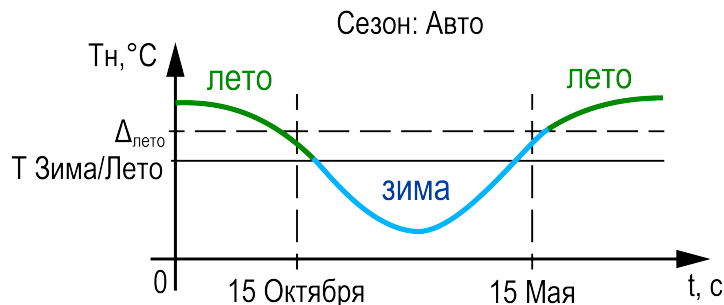

Рисунок 10.4 – Определение сезона
- параметр **Способ определения сезона в N-ом контуре = Авто** ($P\overline{A}Lto$) — к условию перехода между режимами в ручном режиме добавляется условие автоматического перехода (см. рисунок 10.4). Условие перехода в **Лето**: среднесуточная температура наружного воздуха стала выше значения установленного в параметре **Уставка температуры для перехода N-го контура в режим Лето** на 3 градуса (не редактируемая величина) и текущая дата находится в диапазоне между датой включения режима Лето (**Вкл**) и датой выключения (**Выкл**). Условие перехода в **Зиму**: среднесуточная температура наружного воздуха стала ниже значения установленного в параметре **Уставка температуры для перехода N-го контура в режим Лето** и текущая дата находится в диапазоне между датой выключения режима Лето (**Выкл**) и датой включения (**Вкл**). На рисунке 10.4 в качестве примера изображается 15 октября перехода из Лета в Зиму) и 15 мая (дата перехода из Зимы в Лето).